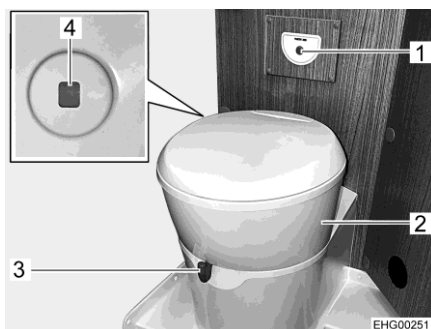

Bild 129 Toalett
Toalettskålen kan vridas till önskad position. Ta tag i toalettens överdel (Bild 129,2) med händerna och vrid.
Kontrollenheten med spolknappen (Bild 129,1) är placerad i närheten av toalettskålen.
Nivåindikeringen (Bild 129,4) ändrar färg från grönt till rött när latrintanken måste tömmas.
- Öppna spjället på toaletten före spolning. Skjut för detta spjällspaken (Bild 129,3) moturs.
- För att spola, tryck på den blå spolknappen (Bild 129,1).